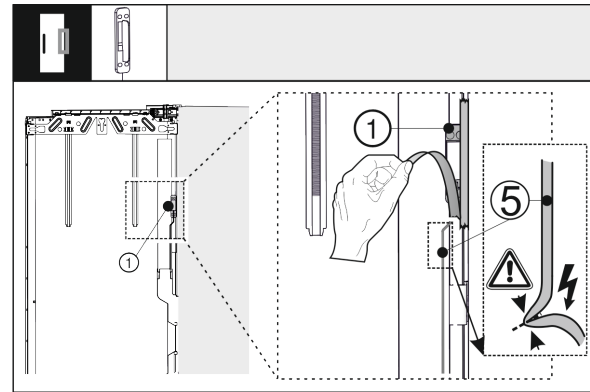

Fig. 40
- Løsn bankesensoren Fig. 40 (1) fra yderdøren. Pas på ikke at beskadige forbindelseskablet Fig. 40 (5).